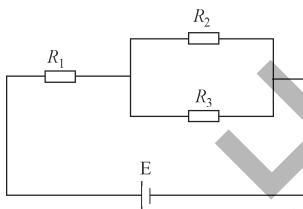

图 2-43 题 3 图
3. 图 2-43 所示电路中, 电源的电压为 8V, 内电阻为 1Ω , 外电路有三个电阻, $R_1=5.8\Omega$, $R_2=2\Omega$, $R_3=3\Omega$ 。求: